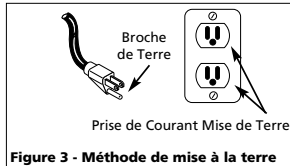

Figure 3 - Méthode de mise à la terre
1. Ce produit est conçu pour l'utilisation d'un circuit de 120 volts et a une fiche de mise à la terre comme celle indiquée sur la Fig. 3. S'assurer que le modèle soit branché à une prise de courant qui a la même configuration que la fiche. Ce produit doit être mis à la terre. Dans l'événement d'un court-circuit, la mise à la terre diminue le risque de secousse électrique en fournissant un fil d'échappement pour le courant électrique. Ce produit est équipé d'un cordon qui a un fil de terre avec une fiche de terre. La fiche doit être branchée dans une prise de courant qui a été installée et mise à la terre